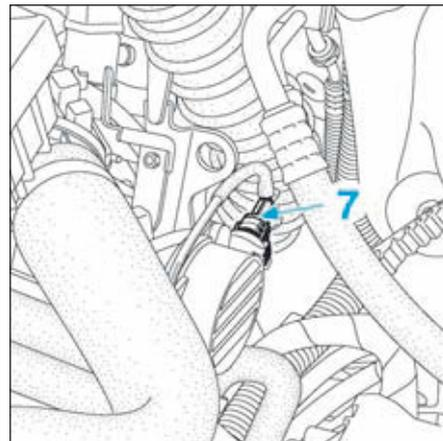

FIG.19
- Débrancher le tuyau à dépression (7) de la pompe à dépression (Fig.19).